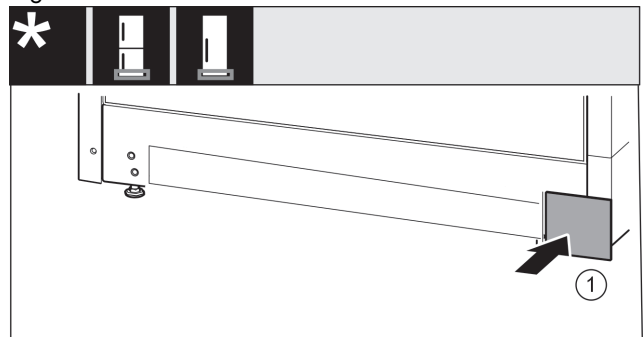

Fig. 40
- Abdeckung Fig. 40 (1) auf der anderen Seite wieder aufsetzen.